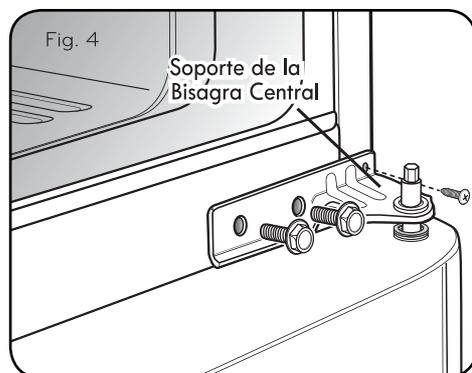

Fig. 4
- Suelte y quite los dos tornillos, con el destornillador Phillips quite el soporte de la bisagra central del marco del refrigerador (Fig. 4). Coloque las partes a un lado (Figura 5).